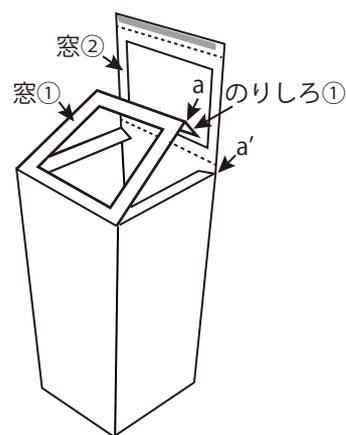

図6
9) 窓①の枠を両面テープに貼り付けて、「のりしろ3①」を箱の内側に差し込みます (図6)。